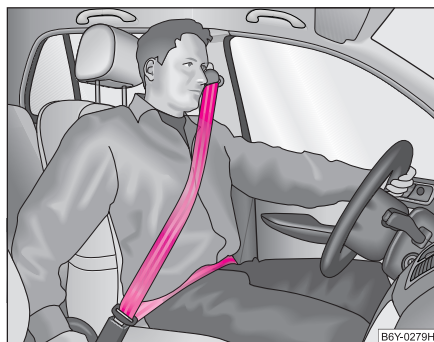

Fig. 152 Colocación de la banda del cinturón en la zona de los hombros y la pelvis
- La banda superior del cinturón no debe pasar nunca por el cuello, sino por la parte central del hombro y quedar bien ceñida al tronco. La cinta inferior del cinturón deberá discurrir sobre la pelvis, no sobre el abdomen, y ha de quedar bien ceñida ⇒ página 186, fig. 152. En caso necesario, ajustar la cinta del cinturón.